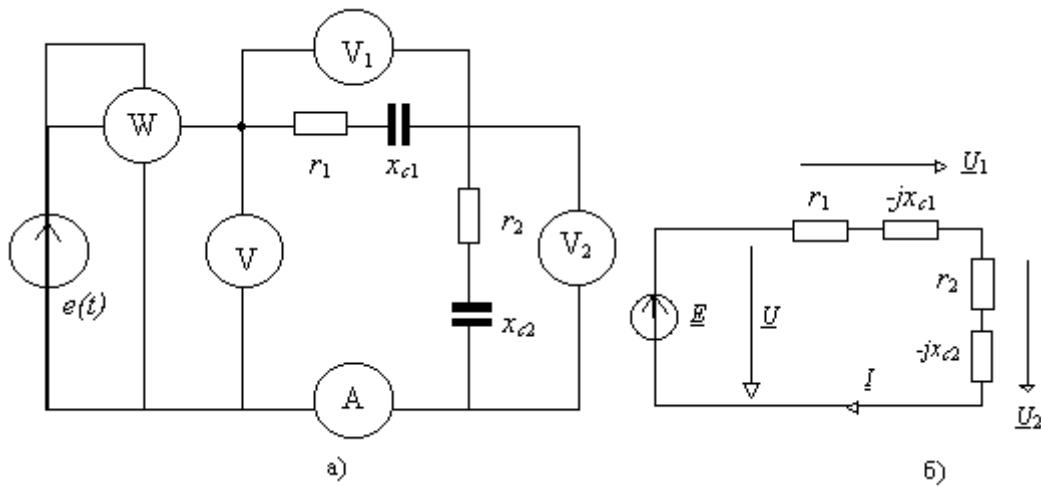

Рис. 4.7
4.5. Для цепи (рис. 4.7,а), подключённой к источнику напряжения  $e(t)$  с частотой  $f$ , известны показание вольтметра  $U_2 = 50[\text{В}]$  и значения сопротивлений  $r_1 = 10[\text{Ом}]$ ,  $r_2 = 40[\text{Ом}]$ ,  $x_{c1} = 40[\text{Ом}]$ ,  $x_{c2} = 10[\text{Ом}]$ .
Решение задачи начинаем с составления комплексной схемы замещения на рис. 4.7,б. Амперметр и вольтметры заменяем идеальными моделями:  $R_A \rightarrow 0$ ,  $R_V \rightarrow 0$ . Аналогично исключаем влияние обмоток ваттметра: сопротивление обмотки тока  $R_I \rightarrow 0$ , сопротивление обмотки напряжения  $R_U \rightarrow 0$ . На схеме замещения указываем положительные направления тока и напряжений подлежащих определению. В решении будем оперировать действующими значениями величин: приборы градуированы и измеряют именно эти значения. Начальные фазы токов и напряжений могут быть определены относительно начальной фазы любой величины. В данной задаче выбираем в качестве исходной начальную фазу  $\psi_{u2}$  напряжения  $U_2$  и полагаем её равной нулю: